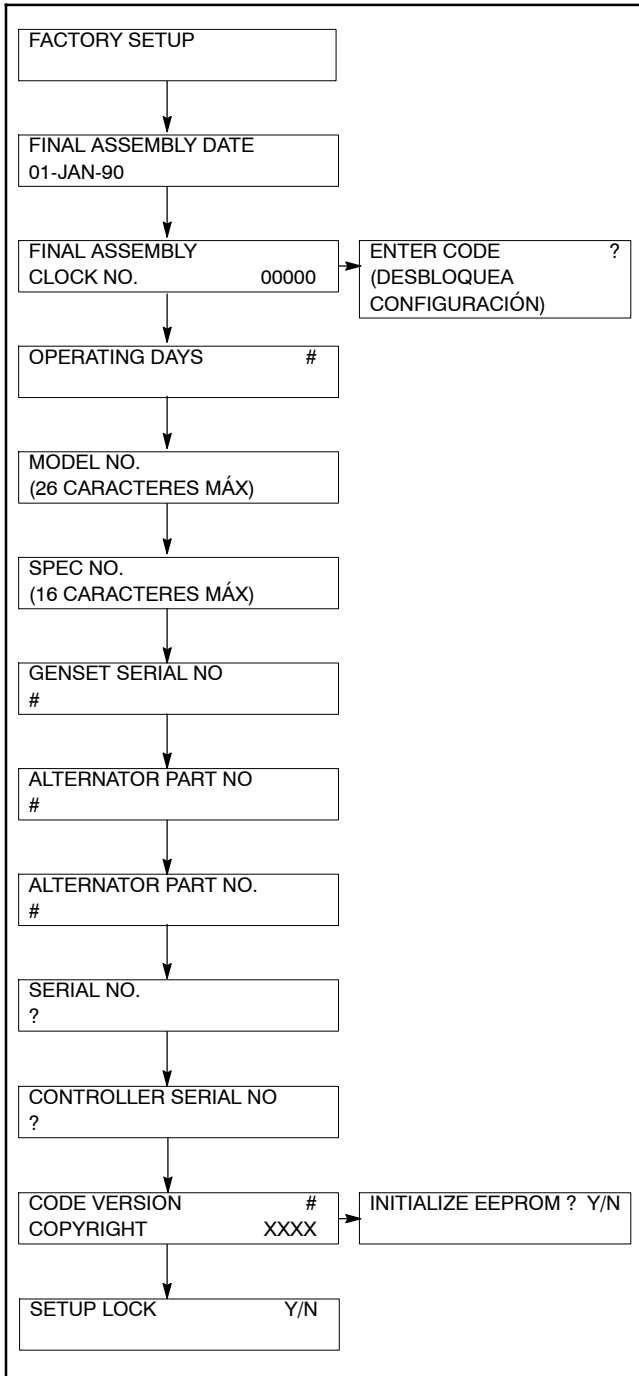
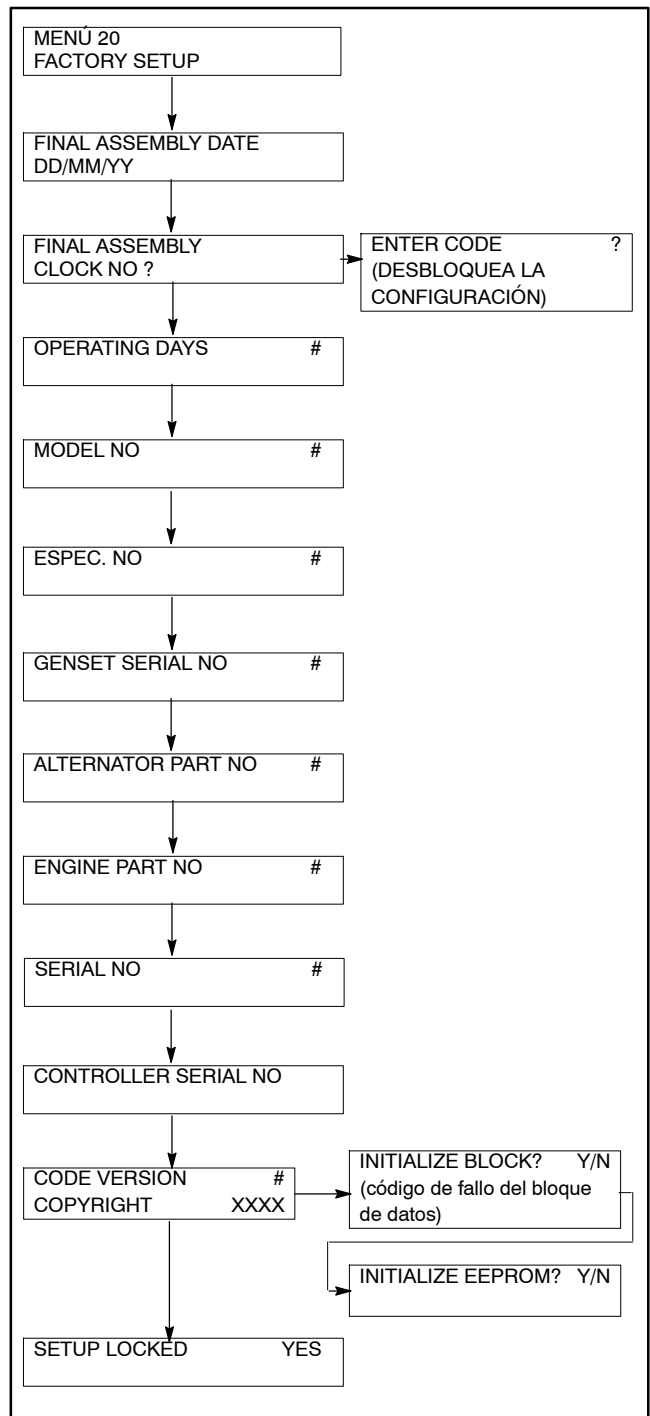

Figura 5-7 Menú 20, Configuración de Fábrica (anterior a la versión 2.10)
Figura 5-8 Menú 20, Configuración de Fábrica (anterior a la versión 2.10 o superior)
- d. Usar el teclado del controlador para ir al Menú 20, Configuración de Fábrica. Consultar Figura 5-7 o Figura 5-8 para las pantallas.
- i. Ir al Menú 20, Configuración de Fábrica. Consultar la Figura 5-7 o Figura 5-8 para las pantallas.